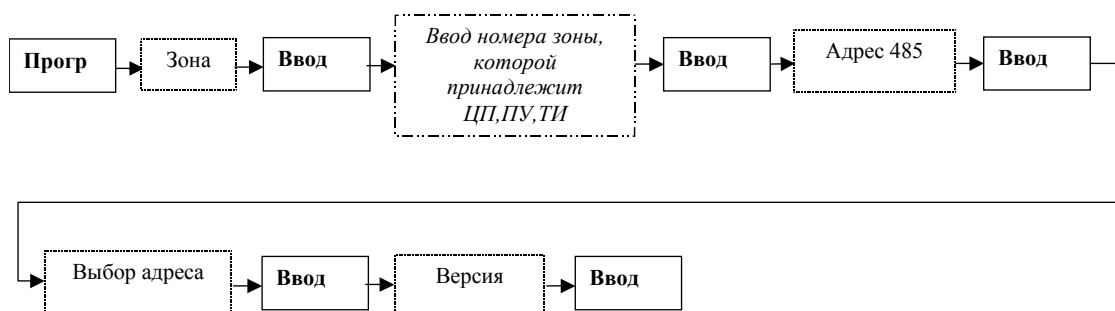

Рис. 18. Просмотр версии прошивки ЦП, ПУ, ТИ.
Имеется возможность просмотра версии прошивки ЦП-1, ПУ-1, ТИ32(16) непосредственно с ПУ (без вскрытия блоков). Для просмотра версии прошивки необходимо выполнить действия, показанные на Рис. 18. На этом рисунке применяются следующие обозначения: